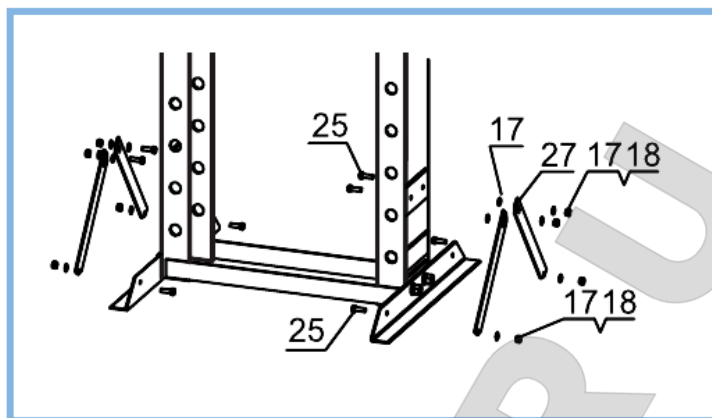

Рис. 2
3. Установите боковые перекладины (27) к каркасу и опорам при помощи болтов (25), шайб (17) и гаек (18). Руководствуйтесь рис. 2.